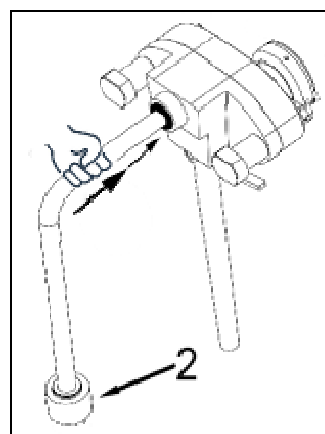

Fig. 34
- Inserire il tubo di collegamento nella pompa e nel raccordo vasca assicurandosi sempre di ottenere due "click" di bloccaggio. Verificare manualmente la tenuta del tubo. Lubrificare la filettatura del raccordo vasca 2 con il lubrificante alimentare fornito con la macchine e procedere delicatamente ad avvitarlo sul fondo vasca (fig. 34).